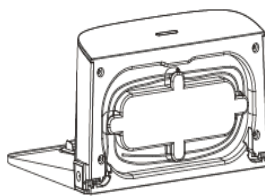

Рис. 3
4. Убедитесь, что шнур питания аккуратно сложен, в противном случае робот-пылесос может столкнуться с проблемой поиска станции зарядки. (Рис.3)